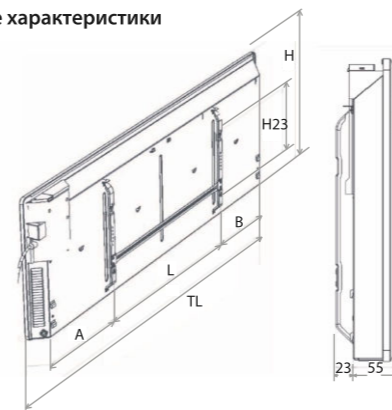

Рис. 2
Габаритные и установочные размеры конвектора согласно рис. 2 приведены в таблице 2.
3. В соответствии с рис. 2, 4 и таблицей 2 определите место установки конвектора с соблюдением минимальных расстояний от предметов и минимального расстояния от пола.